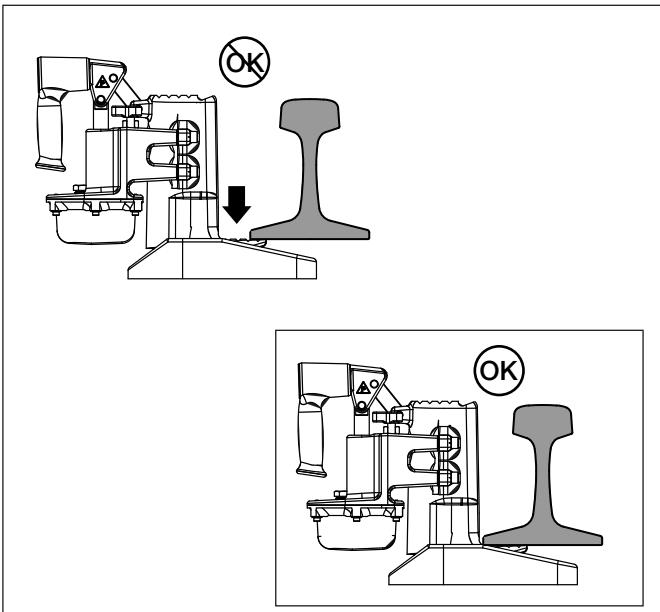

Abbildung 3, ordnungsgemäßes Anliegen der Klaue
- Wann immer möglich, muss die Hubklaue des Hebels vollständig an der Schiene anliegen. Sollte dies nicht möglich sein, müssen Sie sicherstellen, dass die Hubklaue zu MINDESTENS 50 PROZENT an der Schiene anliegt. Wenn sie weniger als 50 Prozent anliegt, kann dies zu Instabilität beim Anheben und zu einer übermäßigen Belastung des Hebels führen. Der Heber könnte dadurch beschädigt werden. Siehe Abb. 3.